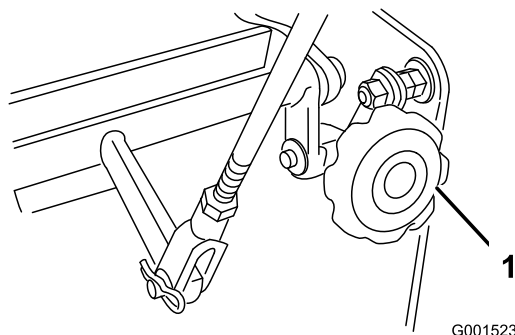

Figura 38
4. Si la máquina se desvía hacia un lado u otro, gire el pomo de ajuste rápido. Gire el pomo a la derecha para dirigir la máquina hacia la derecha, y a la izquierda para dirigir la máquina hacia la izquierda (Figura 38).